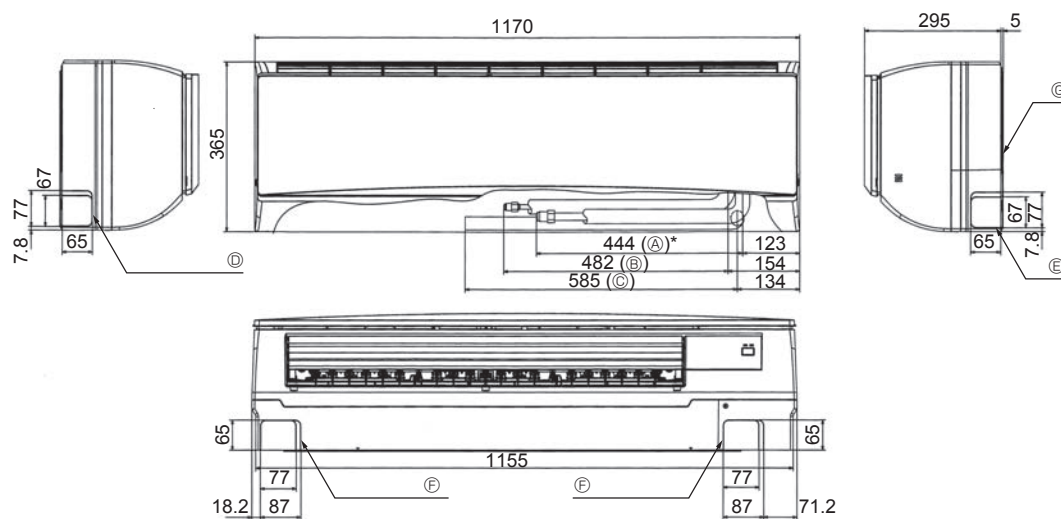
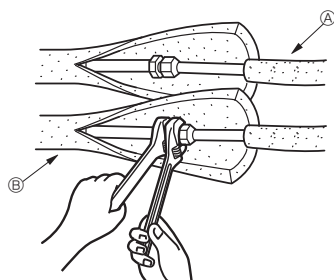

Fig. 4-2
Fig. 4-3
4.3. Plaats van de koelstof- en afvoerpijpen (Fig. 4-2)
- (A) Gaspijp * Geeft de status aan met bevestigde accessoires.
- (B) Vloeistofpijp
- (C) Afvoerleiding
- (D) Doordrukopening voor leidingen aan de linkerzijde
- (E) Doordrukopening voor leidingen aan de rechterzijde
- (F) Doordrukopening voor leidingen aan de onderzijde
- (G) Ophangplaat ①
4.4. De koelstofpijpen aansluiten (Fig. 4-3)